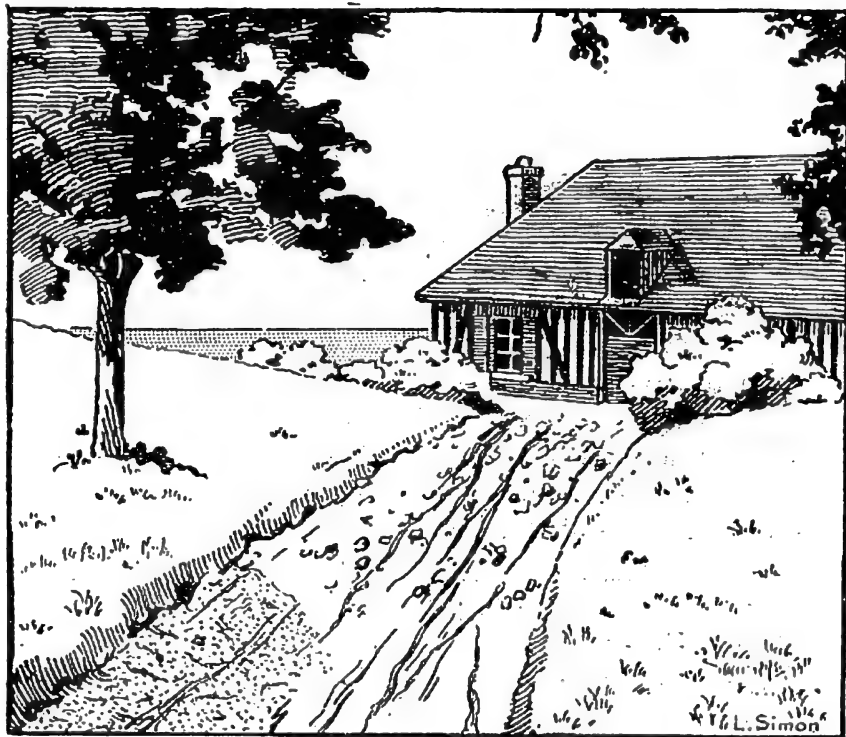

Fig. 4. — Le travail de la pluie.
**6. Le travail de la pluie.** — Après une forte pluie, un terrain en pente, dénudé, apparaît raviné; l'eau a entraîné la terre, le gravier et mis les cailloux à nu (fig. 4).